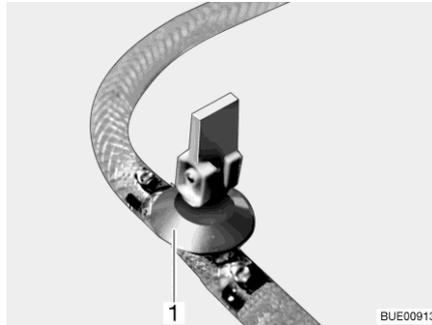

Bild 151 Ablasshahn
- Ablasshahn/Ablasshähne schließen. Dazu den Kipphebel (Bild 151,1) waagrecht stellen.
- Ablasshahn/Ablasshähne (Bild 151) öffnen. Dazu den Kipphebel (Bild 151,1) senkrecht stellen. Der Boiler wird nach außen entleert.